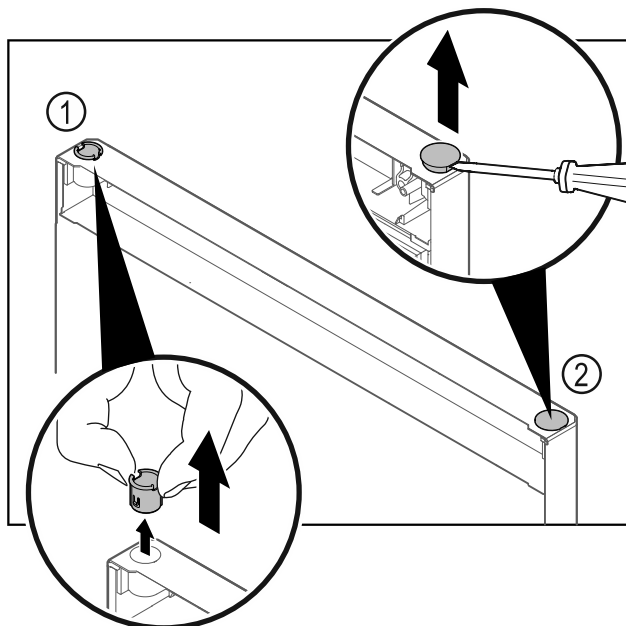

Fig. 32
- Scharnierbuchse Fig. 32 (1) mit den Fingern herausziehen.
- Abdeckstopfen Fig. 32 (2) vorsichtig mit einem Schlitzschraubendreher anheben und herausziehen.